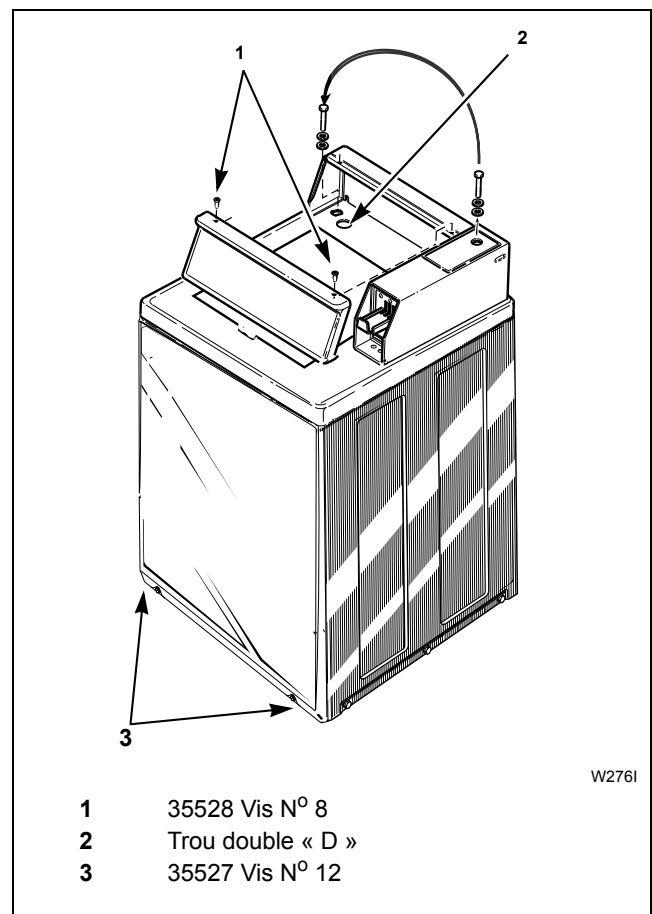

Figure 19
1. Démontez la vis à tête hexagonale, de la porte d'accès d'entretien (se reporter à la *Figure 19*).